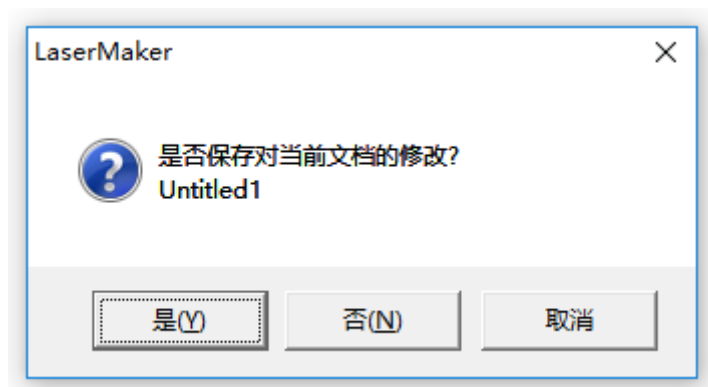

图 2-4
无论采用何种方法退出，如果当前的图形文件没有保存，系统都会弹出如图 2-4 所示的“询问”对话框。选择“是 (Y)”，则保存后退出；选择“否 (N)”即可直接退出 LaserMaker；选择“取消”，则取消退出操作，重新进入编辑模式。